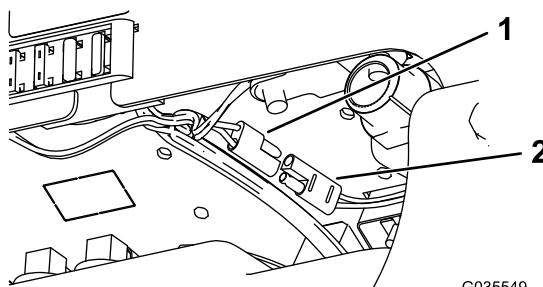

Figura 3
- **Máquinas sin accesorios eléctricos:** conecte el arnés de cables del conector al arnés de cables de la máquina (Figura 3).